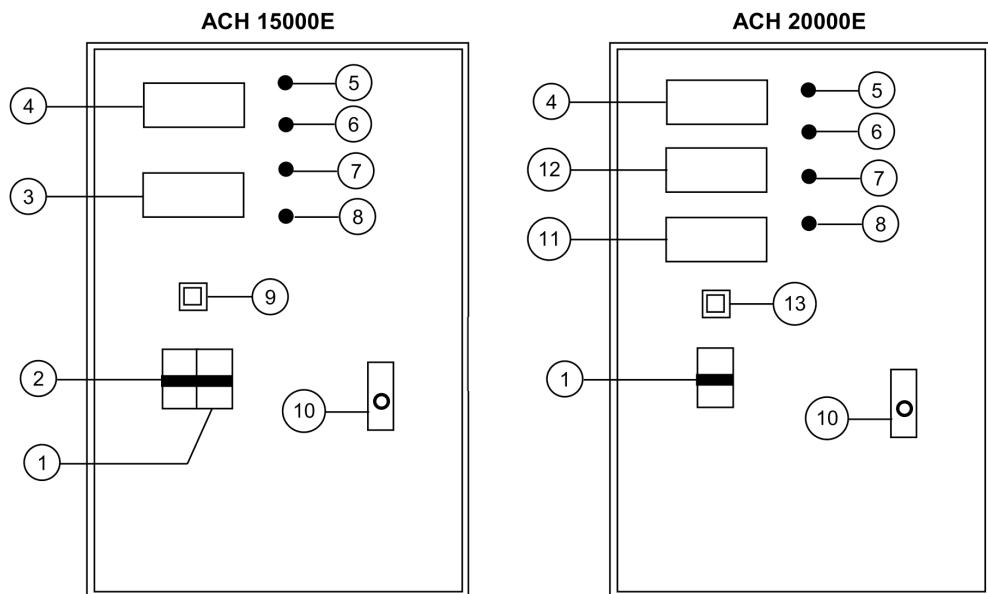

Рис. 1
Модель АСН 15000Е оснащена автоматическим выключателем 2 (рис. 1), который включает режим «байпас». В режиме «байпас» стабилизация напряжения отключена, ток из сети идет напрямую к потребителям.
Примечание! Одновременное включение выключателей 1 и 2 (рис. 1) невозможно. Если включить второй выключатель, при включенном первом, то первый автоматически выключается.
В режиме стабилизации (включен выключатель 1 (рис. 1)) табло 4 показывает ток нагрузки. Табло 3 показывает входное или выходное напряжение. Выбор режима отображения напряжения осуществляется кнопкой 9.
Модель АСН 15000Е оснащена кнопкой выбора задержки 13 (рис. 1). Входное напряжение отображается на табло 12, выходное – на табло 11. Режима «байпас» в модели АСН 20000Е нет.
6.4 Включите стабилизатор, для этого переведите выключатель 1 (рис.1) в положение «ВКЛ»